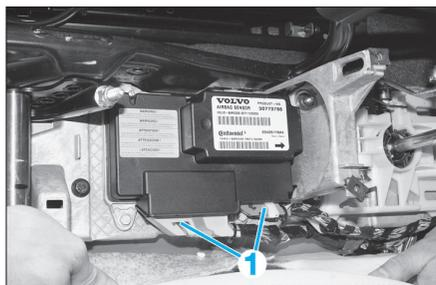

FIG. 15
- Débrancher les connecteurs (1) (Fig.15).